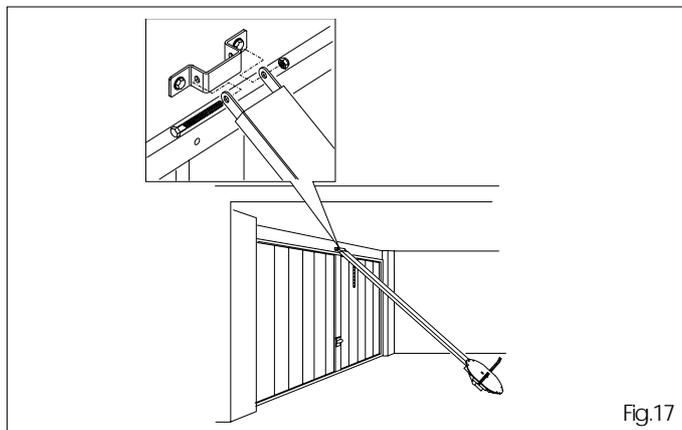

Fig.17
- 6.6 Coloquen el operador en el suelo, levanten el larguero de deslizamiento y sitúense cerca de la abrazadera, introduzcan el tornillo y aprieten la tuerca (fig.17).